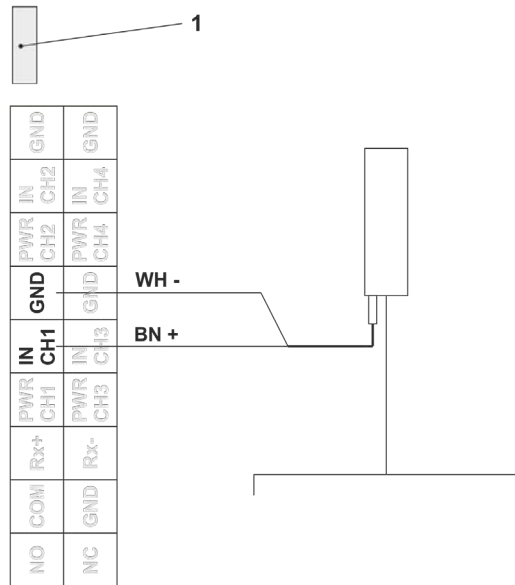

Abb. 29-5 Anschluss eines Regenmessers
Regenmesser: Kap. „29.4 Anschluss des Regenmessers“ und Abb. 29-5.
1. Beigefügten Jumper (Kurzschlussbrücke) auf die beiden leeren Pins (Abb. 29-5 Pos. 1) neben der Klemmenleiste aufstecken.
3. Braune und weiße Leitung gemäß Abb. 29-5 an der Klemmenleiste anschließen. Die beiden restlichen Leitungen (grün/gn und gelb/ye) werden nur verwendet, wenn der Regenmesser über eine Heizung verfügt und diese angeschlossen werden soll. Die beiden Kabel werden dann an der Spannungs клемme 12 V für die externe Spannungsversorgung angeschlossen: